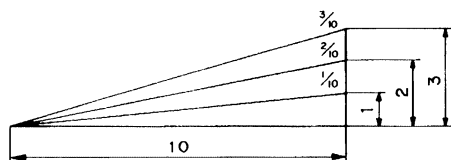

Fig. 26
- (4) Le degré, qui est le rapport de la hauteur sur le socle de la section triangulaire à retirer, pourra être utilisé pour régler l'échelle d'onglet à la place de l'angle de coupe, au besoin (voir Fig. 26).